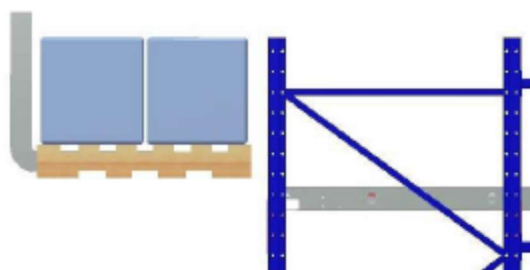

Fig.18
**Passaggio 5:** eseguire il backup (prelievo) lentamente del carrello elevatore, quindi estrarre il pallet dal sistema, arrestarsi completamente prima di continuare il backup. (Fig. 18)